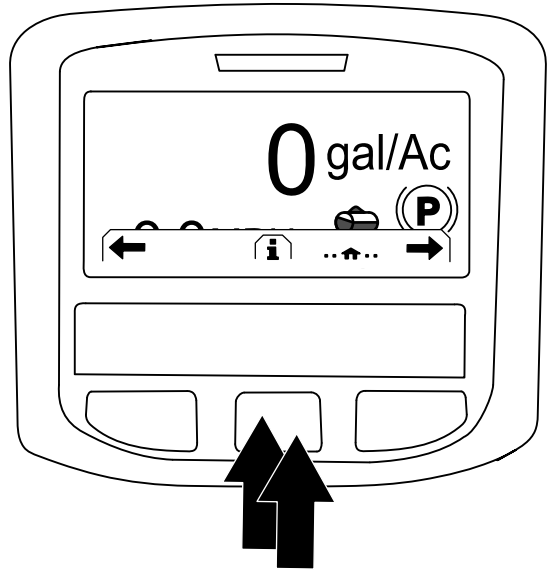

图225
3. 按 InfoCenter 信息中心上的中间按钮可访问主菜单图225。
2. 在主屏幕上按 InfoCenter 信息中心上的中间按钮可进入导航屏幕图225。